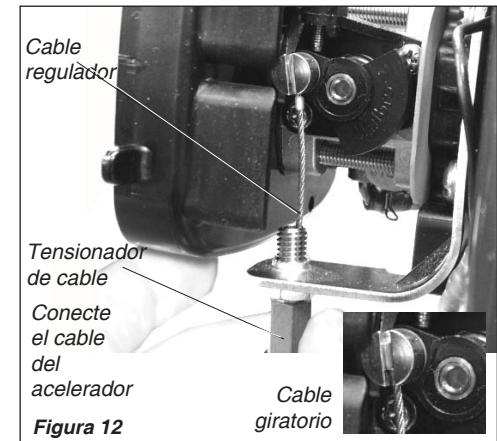

Figura 12
- Introduzca el cable entre el ajustador del mismo e introduzca el gancho en la conexión giratoria. Vea la figura 12.